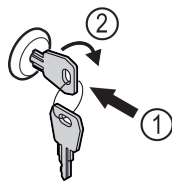

Fig. 127
- ▶ Πιέστε μέσα το κλειδί Fig. 127 (1).
- ▶ Περιστρέψτε το κλειδί 90° δεξιόστροφα Fig. 127 (2).